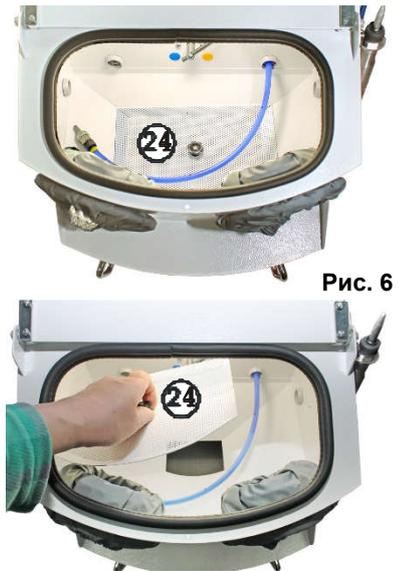

Рис. 6
4.2.2 Грубое сито (**24**) бункера съемное и предназначено для сбора и удобного удаления крупных отходов. Для удаления абразива из бункера рабочей камеры в нижней его части имеется отверстие, рис.6.